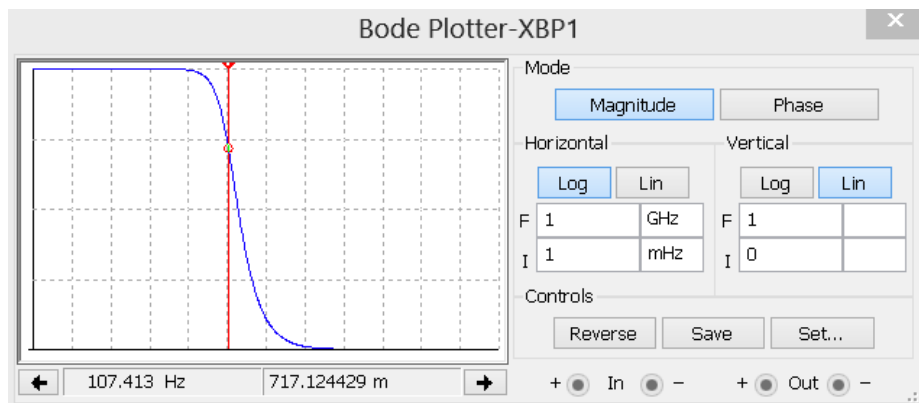

Рисунок 3.2
1.3 Дослідити залежність АЧХ (рис. 3.2) і ФЧХ, а також граничної частоти $f_{\text{гр}}$ від параметрів $R1$ і $C1$: